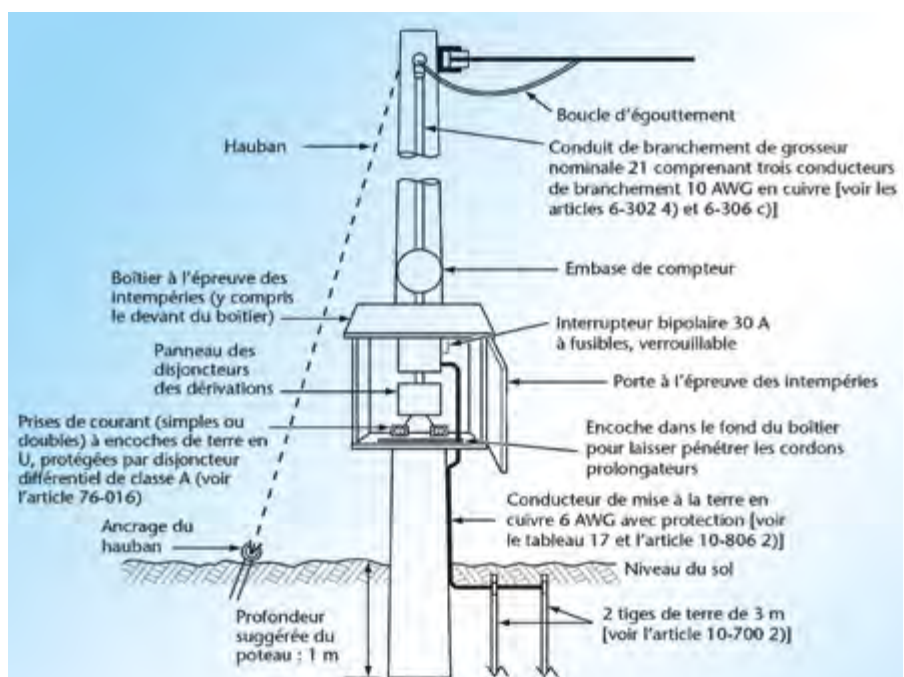

Figure 1 Installation typique d'un branchement temporaire
- ⊙ D'une puissance nominale d'au plus 200 A pour les installations sur un seul poteau (voir la figure 1 page 39).